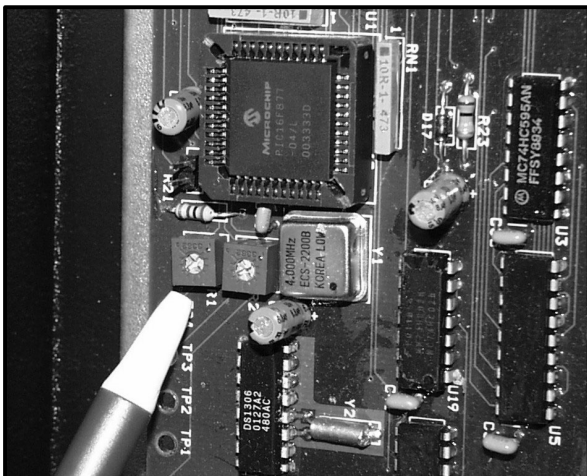

Figure 49
3. Amenez le potentiomètre sur le réglage nécessaire. Voir la Figure 49.